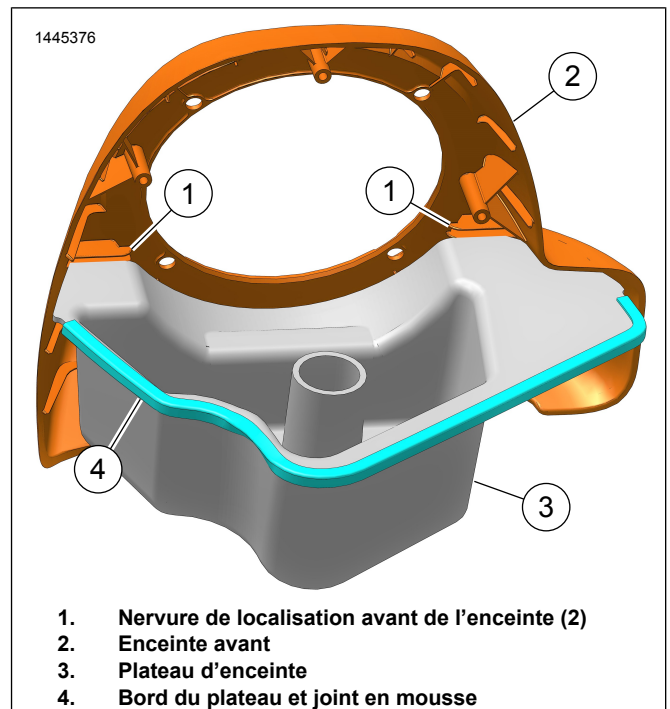

Figure 6. Ensemble d'enceinte
7. Voir la figure 6. Assemblez l'enceinte avant (2) et le plateau d'enceinte (3).
- Nettoyez le bord de la bride du plateau à l'endroit où le joint en mousse (4) doit adhérer avec un mélange de 50 à 70 % d'alcool isopropylique et 30 à 50 % d'eau distillée.
- Commencez à une extrémité et enveloppez le joint autour du plateau d'enceinte (3).
- Insérez le plateau d'enceinte (3) sur les nervures de localisation avant (1).